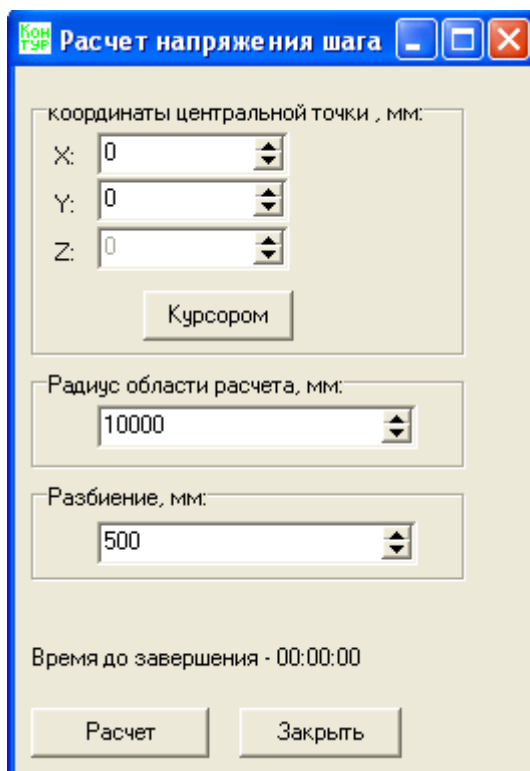

Рис. 3-23. Окно расчета напряжения шага.
- Расчет напряжения шага.** Этот пункт меню вызывает диалоговое окно «Расчет напряжения шага» (Рис. 3-23), с помощью которого выполняется расчет напряжения шага, после того как был проведен расчет потенциалов и токов. В диалоговом окне необходимо указать координаты центральной точки расчета и радиус области, для которой будет вычисляться напряжение шага. Все размеры указаны в миллиметрах. Кнопка «Курсором» позволяет ввести координаты точки расчета курсором «мыши». Параметр «Разбиение» влияет на точность расчета напряжения шага. Примеры расчета напряжения шага, а также напряжения прикосновения приведены в Разд. 3.3.5. Результатом расчета напряжения шага является эпюра распределения напряжения шага на поверхности грунта.